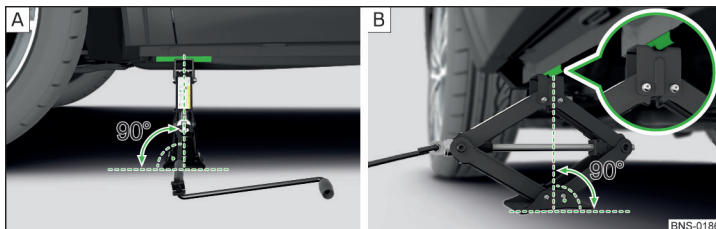

Abb. 344 Wagenheber ansetzen
- Die Grundplatte des Wagenhebers mit der gesamten Fläche auf einem geraden Untergrund stellen, sodass sich der Heber in senkrechter Position zum Aufnahmesteg befindet » Abb. 344 - A.
- Den Wagenheber mit der Kurbel so weit hoch drehen, bis die Klaue des Hebers den Steg umfasst » Abb. 344 - B.